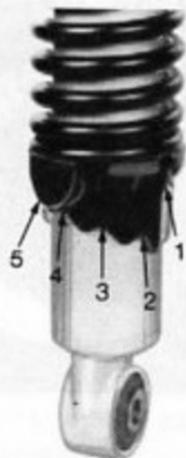

Fig. 27 - Ammortizzatore
- La catena è sempre tesa mediante il guidacatena che con una molla è spinto verso l'alto (Fig. 27).
Sul TRIAL sono montati degli ammortizzatori idraulici regolabili su 5 posizioni (Fig. 27).